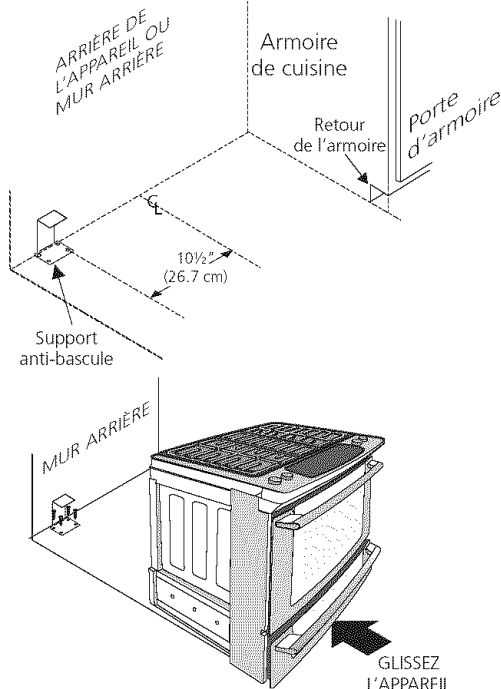

Figure 15
2. Dépliez le gabarit de papier et placez-le à plat sur le plancher, l'avant et les extrémités des côtés exactement sur la ligne préalablement tracée (utilisez le diagramme ci-dessous pour localiser le support anti-bascule si le gabarit de papier n'est pas disponible (Figure 15)).